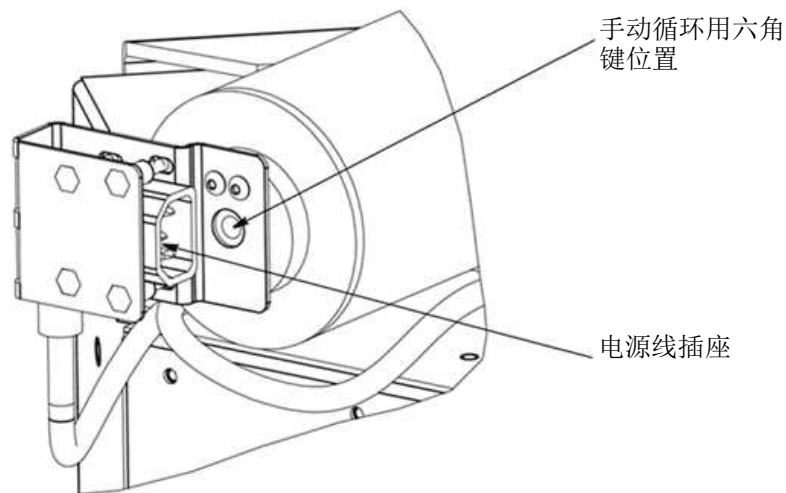
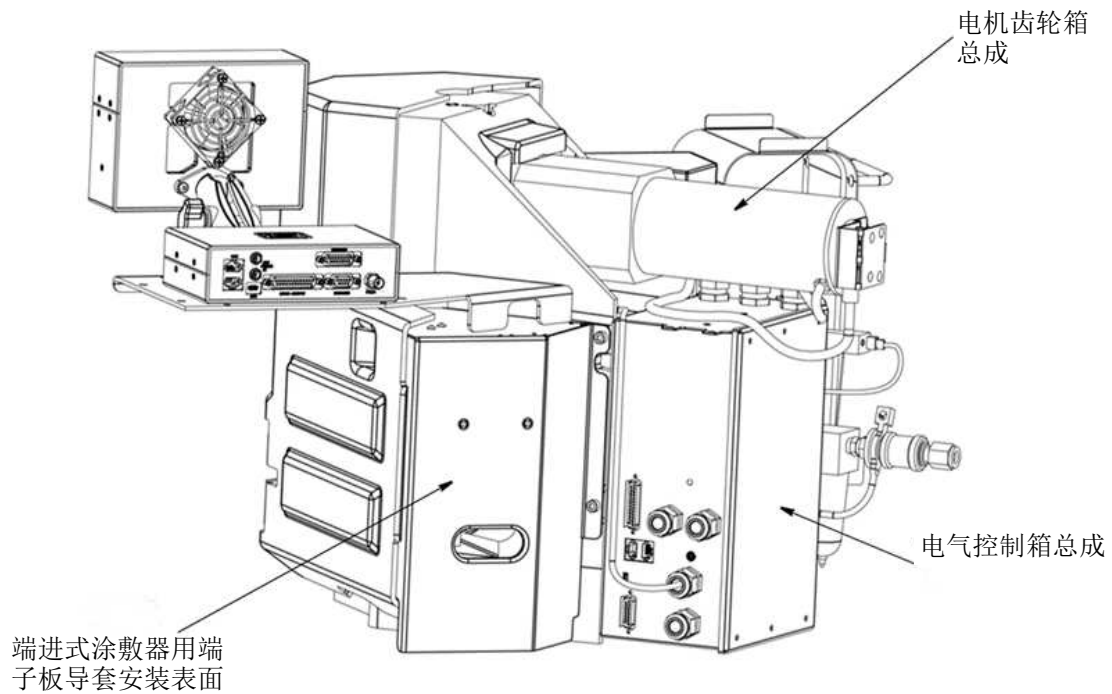

图 3
图 4
1. **电机组**包括一台驱动曲轴的直流电机。请参阅图 3 和图 4。每个工作循环电机启动并将曲轴旋转一整圈。六角键位于电机末端，它允许手动循环操作（即先关闭再开启）电机。从电机后方拔下电源线后，即可接取六角键。